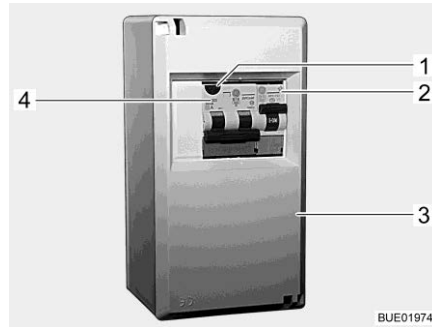

Fig. 149 Coffret de fusibles 230 V
Un disjoncteur différentiel/de protection de circuit combiné (Fig. 149,4) dans le coffret de fusibles (Fig. 149,3) protège tout le véhicule contre le courant différentiel (0,03 A).
Sur les véhicules possédant un équipement particulier tel que la climatisation, un disjoncteur de protection de circuit supplémentaire (10 A) (Fig. 149,2) protège l'appareil.
- Lorsque le véhicule est raccordé à l'alimentation 230 V, appuyer sur la touche de contrôle (Fig. 149,1). Le disjoncteur différentiel doit se déclencher.